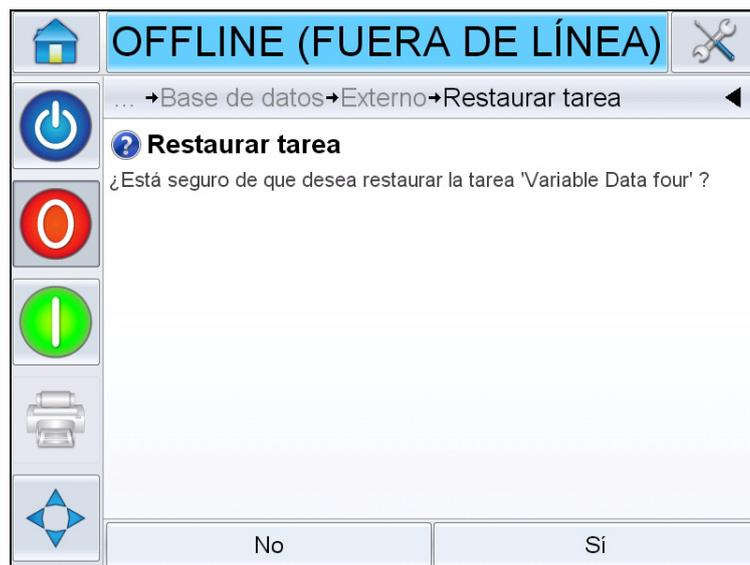

Figura 5-32: Pantalla de confirmación
- 15 Toque  para restablecer un trabajo. A continuación aparecerá una pantalla de confirmación (Figura 5-32). Toque *Sí* para confirmar.